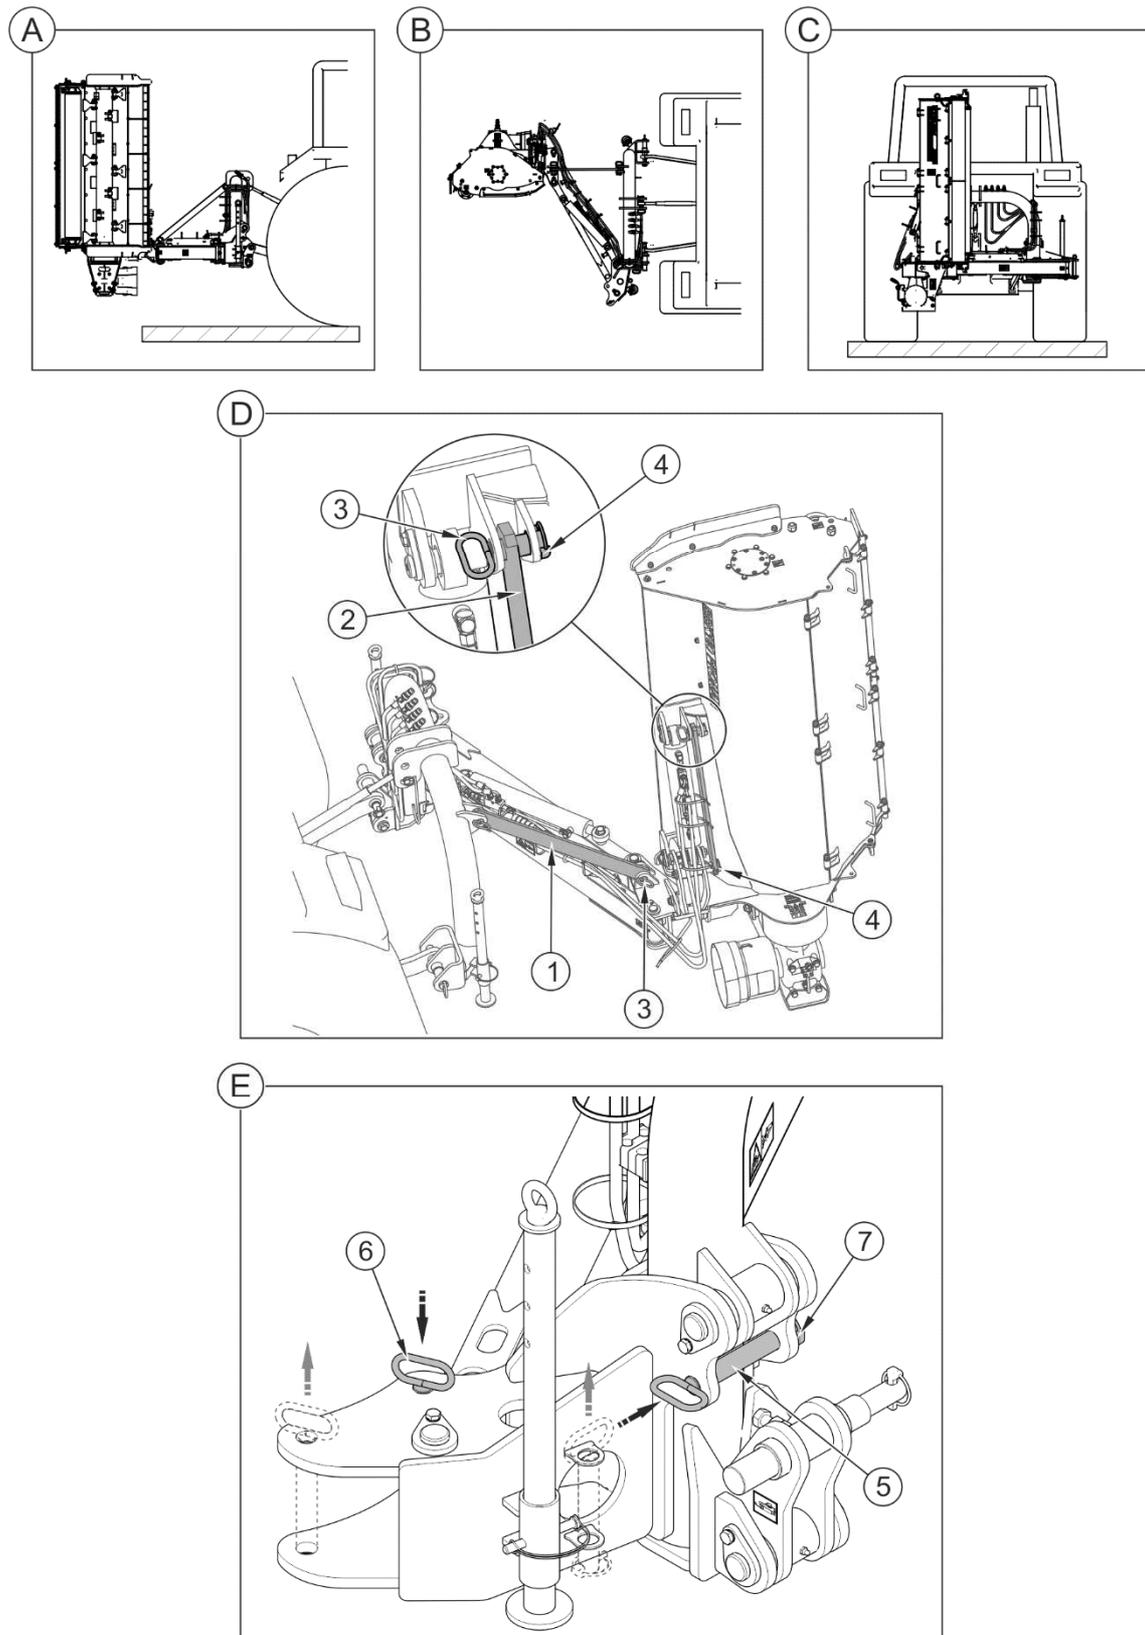

FIGURE 4.4 Position de transport
Pour le transport, lever la faucheuse sur l'attelage à trois points du tracteur de sorte que les broches inférieures du système de suspension se trouvent à hauteur d' au moins 500 mm du sol. Au moyen du vérin d'inclinaison horizontale régler la plus faible inclinaison latérale de la faucheuse possible (tige de piston du vérin rétractée au maximum). Avec le vérin de réglage d'inclinaison lever la faucheuse à la position verticale et sécuriser les vérins avec les verrouillages (1, 2), les broches (3) et les goupilles (4). Changer la position du crochet de transport (5) et de la broche de verrouillage (6) et sécuriser avec les goupilles (7) (FIGURE 4.4). Il est recommandé de débrancher l'arbre télescopique articulé de la prise de force du tracteur et de le placer sur le support. Sécuriser les bras inférieurs d'attelage à trois points du tracteur pour que la faucheuse ne soit pas penchée sur les côtés.